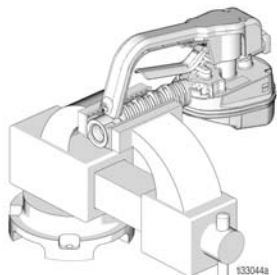

FIG. 1
1. Fije la válvula dispensadora con medidor en un torno de banco (FIG. 1).